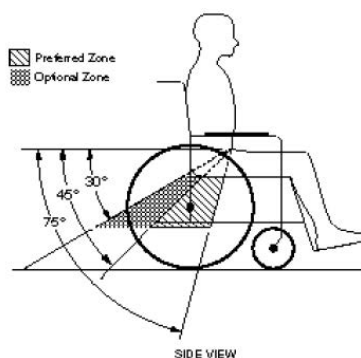

Figure 8 - Zones of preferred and optional angles for pelvic belts.
- 2) La ceinture pelvienne doit être portée basse sur le devant du bassin, de sorte que l'angle de la ceinture pelvienne se situe dans la zone préférée de 45° à 75° par rapport à l'horizontale, ou dans la zone facultative de 30° à 45° par rapport à l'horizontale, comme le montre la figure 8.